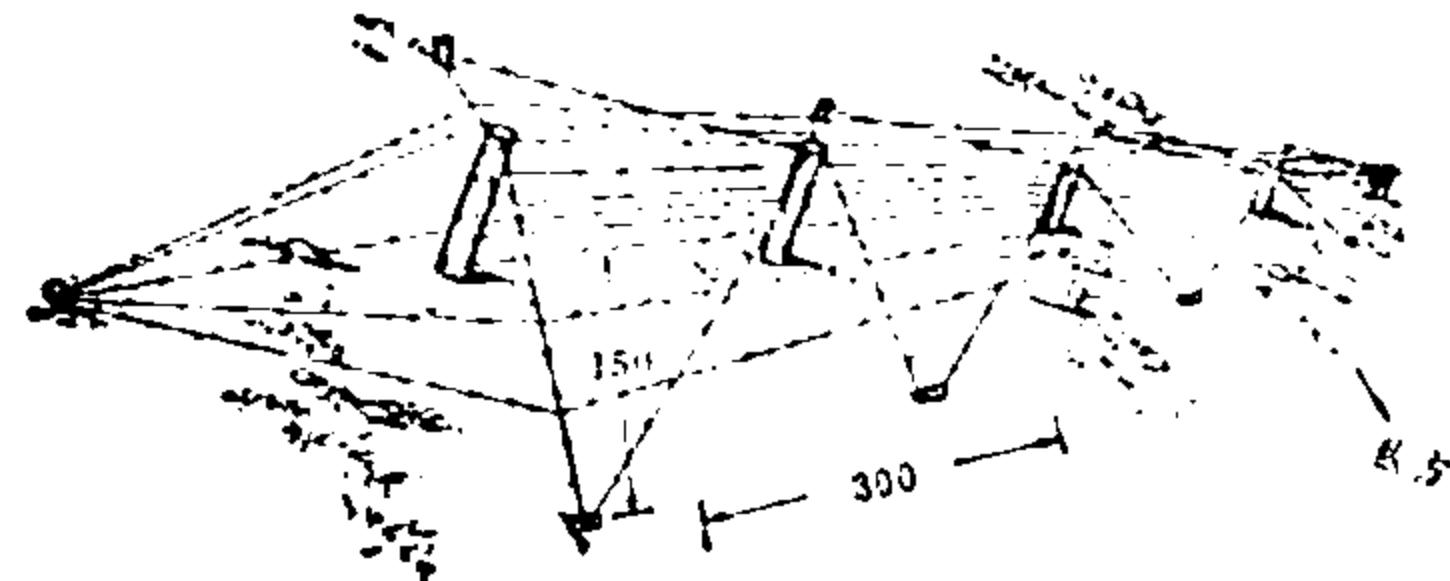

图32 屋顶形铁丝网（单位为厘米）
**(三) 拉线** 先在高桩上拉5根水平线（或二根斜线三根水平线），最上一根距桩顶5—10厘米，最下一根距地面15—20厘米并尽量拉紧，以防敌人从下面爬过；而后再按先敌方后我方的顺序，在低桩与高桩之间拉控制线；最后在控制线上拉2—3根水平线，控制线及高桩上的水平线用铁丝两爪丁固定在木桩上，控制线上的水平线用细铁丝固定在控制线上。除高桩最下一根外，各线应保持适当的松弛度，以增强弹性（图32）。